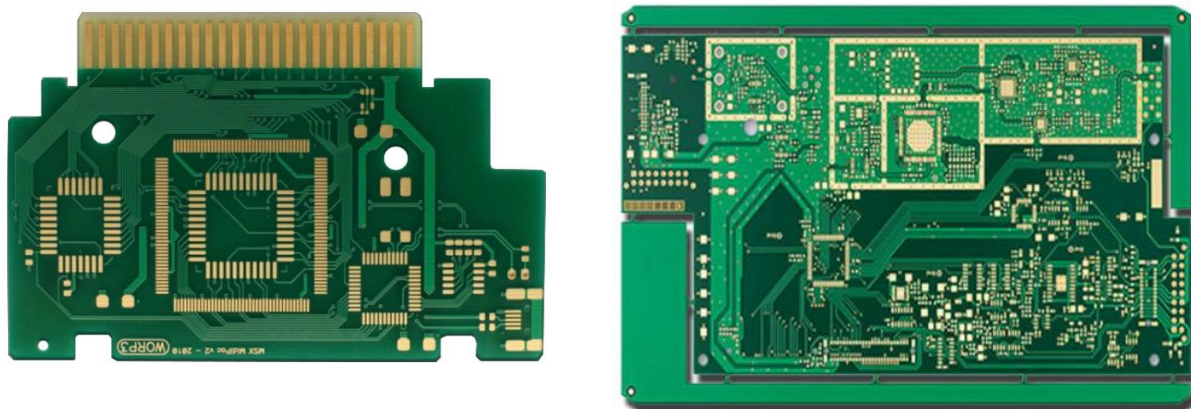

Рисунок 2.
3. Почему при проектировании и разводке печатных плат производители избегают угла поворота проводников на 90° (пример см. рис.2), несмотря на то, что данный прием помог бы сэкономить место на печатной плате?